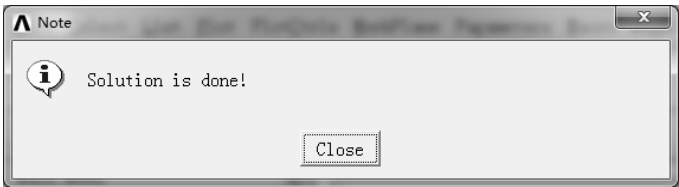

图 8-67 “Note” 对话框
2) 单击 “Solve Current Load Step” 对话框中的 “OK” 按钮，程序开始求解，求解完成后弹出 “Note” 对话框，如图 8-67 所示。单击 “Close” 按钮关闭。